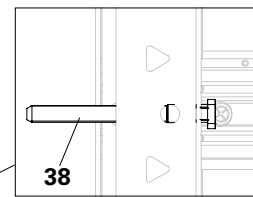

Fig. A6.06b
2. Installare il connettore angolare HSA DW 15 (38) attraverso il foro del telaio nel profilo di ancoraggio dell'altro telaio. (Fig. A6.06b)